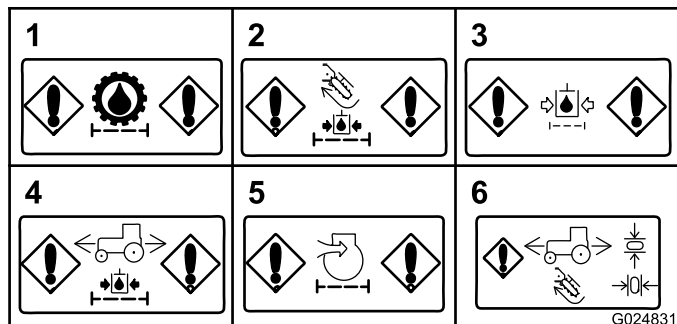

Figure 35
- **Colmatage du filtre de charge hydraulique (accessoires)** – Ce message s'affiche en cas de colmatage du filtre de charge du circuit hydraulique des accessoires (Figure 35).
- **Colmatage du filtre de retour hydraulique** – Ce message s'affiche en cas de colmatage du filtre de retour hydraulique (Figure 35).
- **Colmatage du filtre de charge hydraulique (moteur de traction)** – Ce message s'affiche en cas de colmatage du filtre de charge du moteur de traction (Figure 35).
- **Colmatage du filtre à air (moteur)** – Ce message s'affiche si l'entretien du filtre à air est requis (Figure 35).
- **Témoin de retour au point mort** – Ce témoin s'affiche si vous tentez une opération qui exige de ramener le levier au point mort ou la pédale de déplacement en position neutre. Ramenez le levier au point mort ou la pédale de déplacement en position neutre avant de poursuivre (Figure 35).
- **Colmatage du filtre de charge hydraulique (transmission)** – Ce message s'affiche en cas de colmatage du filtre de charge hydraulique de la transmission (Figure 35).